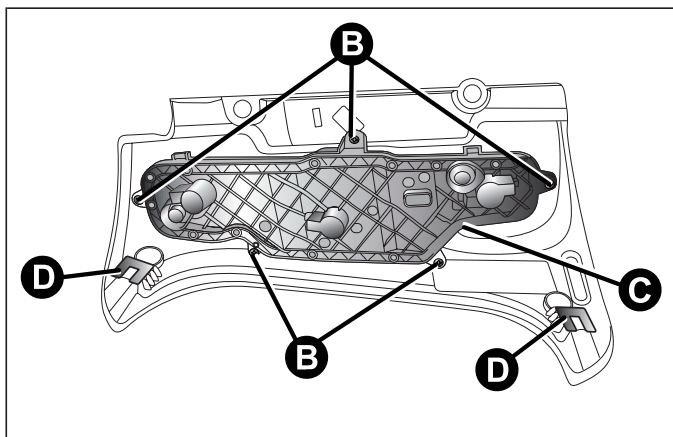

fig. 132
- svitare le cinque viti B dalle rispettive sedi ed estrarre il portalampada C fig. 132;